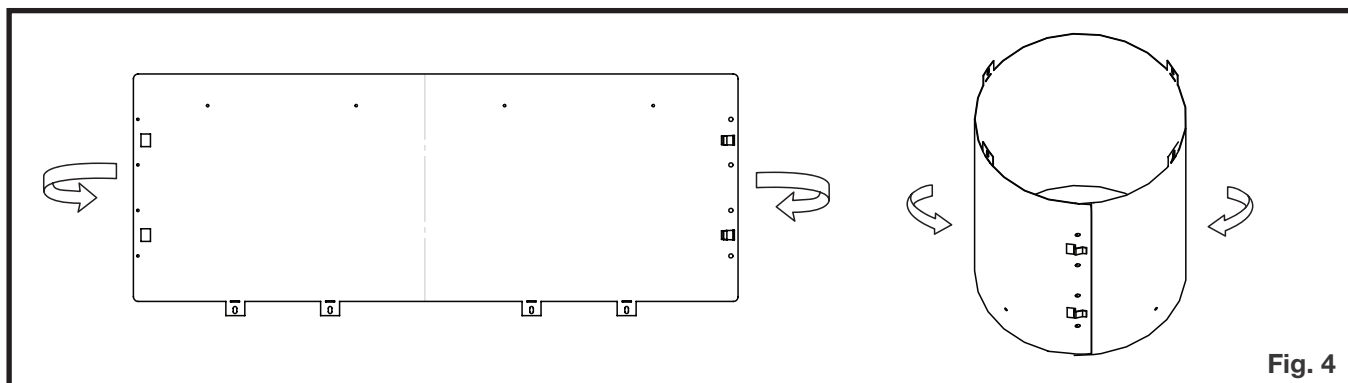

Fig. 4
4. Enlevez la douille d'évent comme illustré et assurez-vous de fixer les extrémités ensemble (**Fig. 4**).
4. Dévissez les attaches comme indiqué (Fig. 4). NE PAS DÉBRANCHER LES ATTACHES.